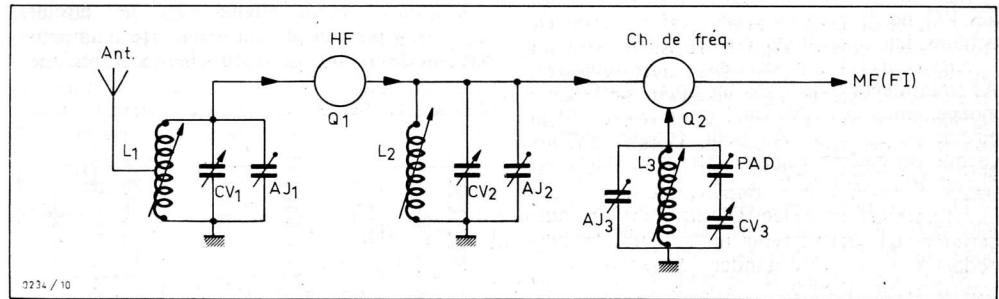
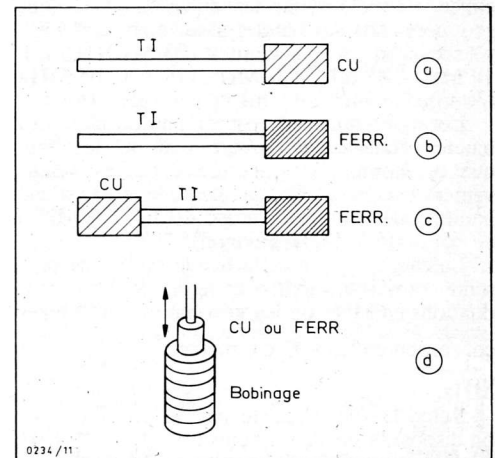

FIG. 10
FIG. 11
Le montage se présente comme le montre la figure 10. On a simplifié le schéma en n'indiquant que les éléments à régler dans une gamme déterminée. Q_1 est le tube (lampe ou transistor) HF et Q_2 est le tube changeur de fréquence. Les bobinages sont L_1 pour l'entrée HF, L_2 pour la liaison entre Q_1 et Q_2 , L_3 pour l'oscillateur qui fournit le signal local.
Essayons de savoir si l'alignement est bon pour une autre fréquence. Soit $f_4 = 1\,200$ kHz, située entre f_1 et f_3 . Réglons le générateur sur 1 200 kHz, réglons les CV de façon à ce que le maximum de déviation de l'indicateur soit obtenu, sans qu'il soit obligatoire que l'index du cadran tombe exactement sur la graduation 1 200 kHz. Ceci est très important car les cadrans sont imprimés d'avance et ne peuvent être d'une exactitude absolue. Pour vérifier que l'alignement est parfait sur $f_4 = 1\,200$ kHz, on agira sur AJ2 (voir Fig. 10), pour savoir si le gain ne peut être augmenté (déviation encore plus grande de l'indicateur). Si l'augmentation de la déviation est nulle ou insignifiante (par exemple 1 %), l'alignement est bon pour f_4 .
Elle ne peut être appliquée que si les bobinages L_1 , L_2 , L_3 de la figure 10 se présentent comme celui indiqué en (D) figure 11, autrement dit, il faut que le bobinage ne soit pas réalisé à l'intérieur d'un pot de ferrite, mais que l'intérieur du bobinage soit accessible pour permettre l'approche et l'introduction d'un noyau spécial d'exploration comme ceux représentés en (A), (B) et (C) de la figure 11.